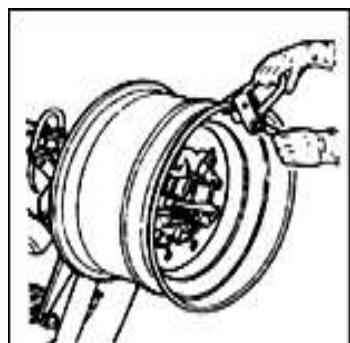

Fig 18
- (1) Если обод снят с зажимного устройства, установите его обратно, как описано в разделе «Фиксация обода».
- (2) Смажьте оба борта шины и обод специальной смазкой.
- (3) Установите тиски на внешнем крае обода в крайней верхней точке (рис. 18). Убедитесь в том, что тиски правильно и надежно зафиксированы.
- (4) Установите шину на платформу и опустите консоль зажимного устройства (удерживайте фиксаторы в крайней верхней точке), чтобы сперва зацепить борт.
- (5) Поднимите обод с зафиксированным бортом шины и поверните его на 15-20 см против часовой стрелки. Шина будет располагаться под углом.
- (6) Переведите инструментальную консоль в нерабочее положение, установите ее ближе к внутренней части шины.
- (7) Убедитесь в том, что монтажный палец установлен правильно. В противном случае, разверните его на 180°.
- (8) Установите монтажный палец у внешнего края обода на расстоянии 5 мм от него.